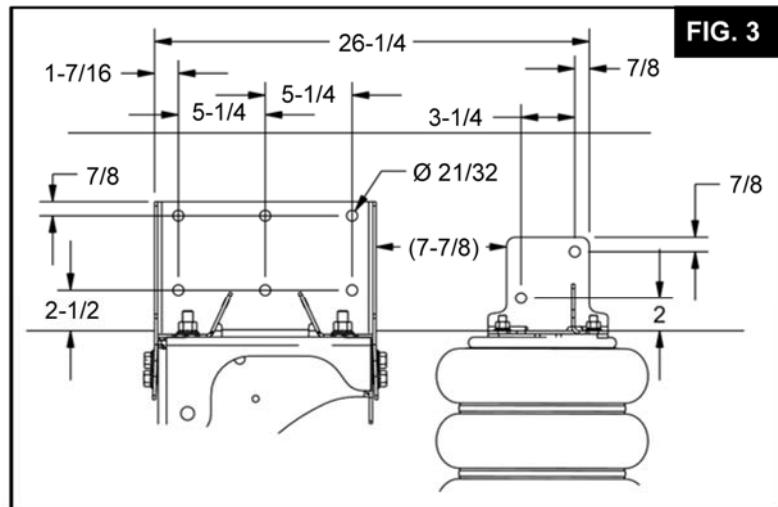

FIG. 3
9.3 Une fois que les supports de cadre sont serrés étroitement aux surfaces extérieures et inférieures du châssis du camion, vérifiez tous les problèmes de dégagement, puis poinçonnez tous les trous de montage. (Voir Figure 3 pour l'emplacement recommandé du trou de montage.)